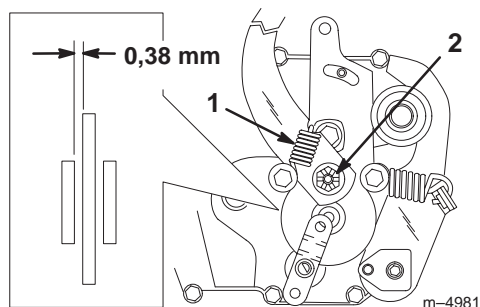

Figure 21
Le frein de stationnement se trouve du côté droit de l'essieu arrière, à l'intérieur du pneu arrière (Fig. 21). Un réglage s'impose si le frein de stationnement n'est pas serré suffisamment.
2. Déposez le ressort du bras de frein (Fig. 21).
3. Enlevez la goupille fendue qui retient l'écrou de réglage du frein et desserrez légèrement l'écrou (Fig. 21).
4. Insérez une jauge d'épaisseur de 38 mm entre le disque de frein et la rondelle de frein (Fig. 21).